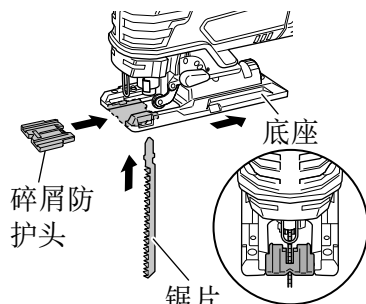

图 13
- (2) 将碎片防护头插到底座上的适当位置，并且完全插入。(图 13)
- (3) 安装锯片。
- (4) 将底座充分向后推动，并拧紧位于底座底部的底座螺栓，固定底座。